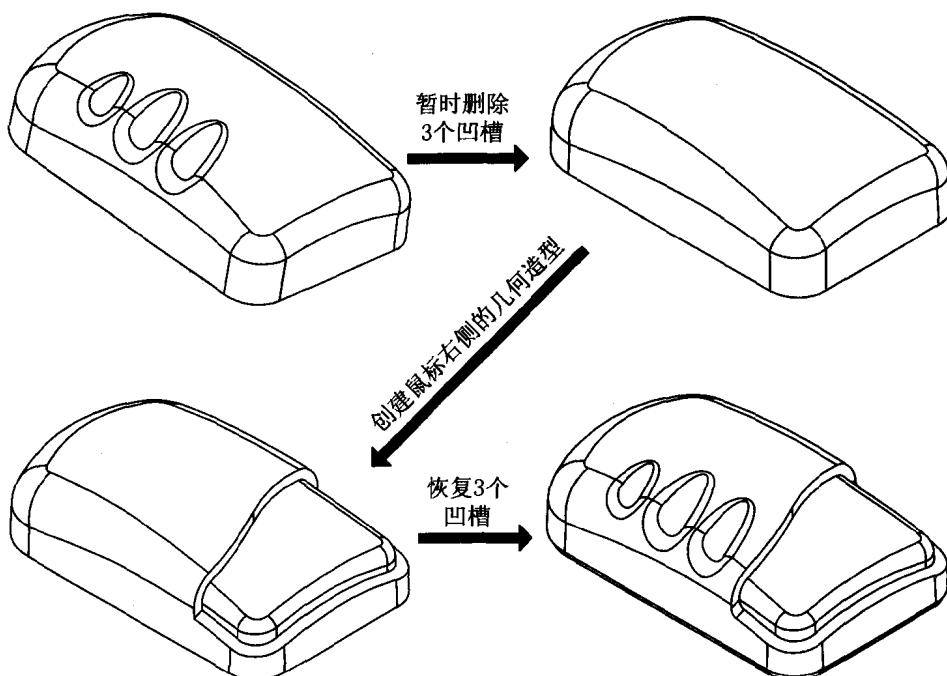

图 1.6
- 使用 Suppress 命令将复杂的特征暂时删除，可以节省 3D 模型重新生成的时间，并且可以使屏幕上显示的特征减少，使得设计工作较为简单。例如，图 1.6 中使用 Suppress 命令将鼠标的 3 个凹槽暂时删除掉，等鼠标右侧的几何造型都完成时，再恢复 (Resume) 3 个凹槽，这样，在创建鼠标右侧的几何造型时，省掉许多重新生成 3 个凹槽的时间。详细的说明请参照笔者所著《Pro/ENGINEER 2000i² 零件设计基础篇（下）》第 2 章。